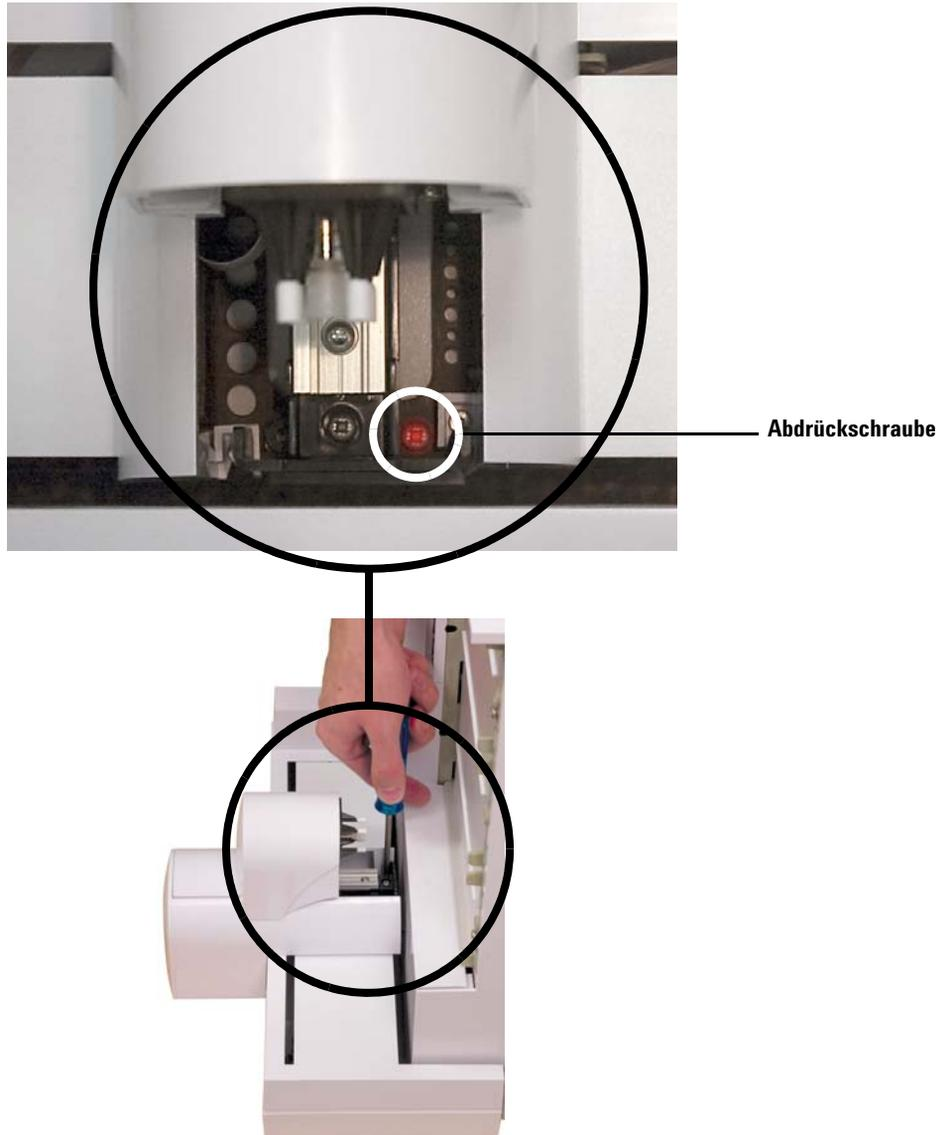

Abb. 11 Entfernen der Abdrückschraube aus der Brücke
- 9 Entfernen Sie die Abdrückschraube mit einem Kreuzschraubendreher und einer Pinzette (Abb. 11).